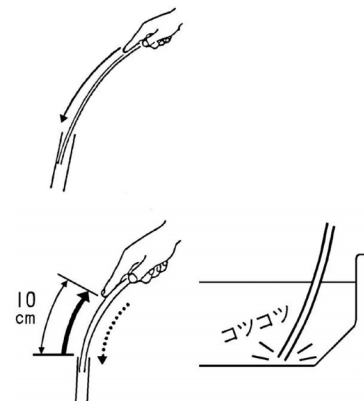

Fig.3.3
- 7) 吸引ノズルをガイドパイプにゆっくりと確実に挿入します。(Fig.3.3)